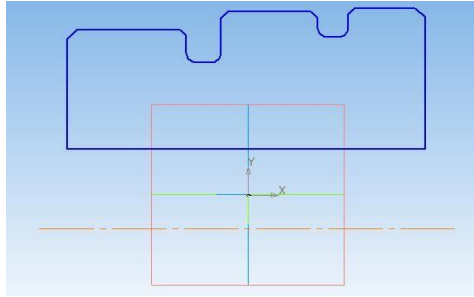

Рис. 10. Построение окружности
1. С помощью **Непрерывного ввода объектов**  создайте заготовку (рис. 10).